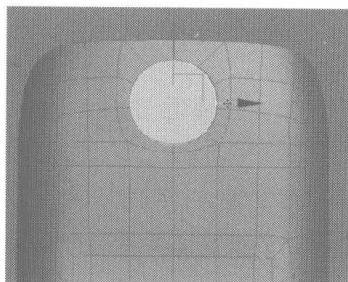
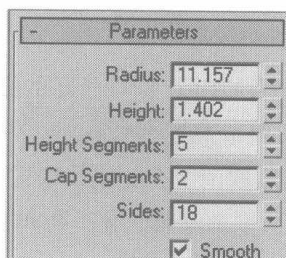

图 4.56
图 4.57
- 14 在 Create 控制面板中单击 **Cylinder** 按钮，在 Front 视图中建立一个如图 4.56 所示的圆柱体，其参数设置如图 4.57 所示。